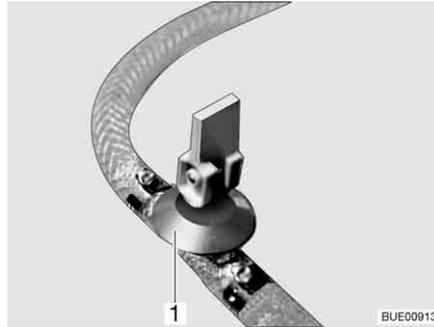
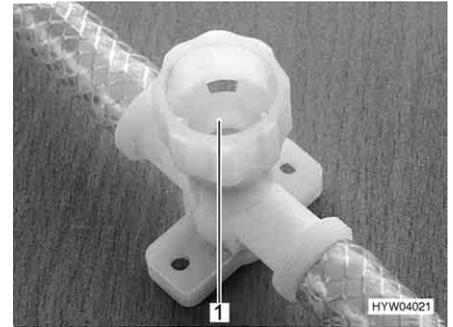

Fig. 201 Torneira de descarga (com alavanca basculante)
Fig. 202 Torneira de descarga (com tampa rotativa)
- Feche todas as torneiras de descarga. Para isso, coloque a alavanca basculante da torneira de descarga (Fig. 201,1) em posição horizontal ou gire a tampa da torneira de descarga (Fig. 202,1) no sentido dos ponteiros do relógio.